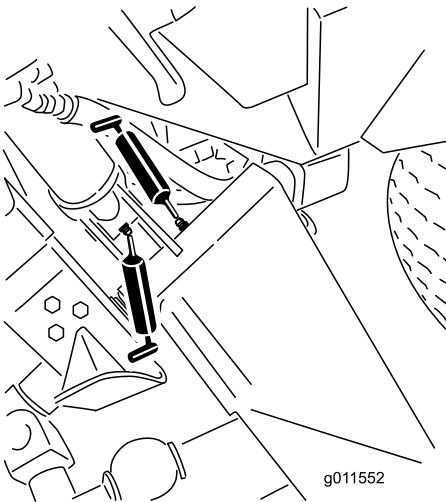
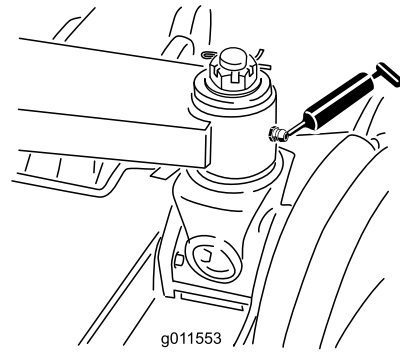

Figure 49
Figure 50
- 6 bagues de bras de levage principal (Figure 49 et Figure 50)